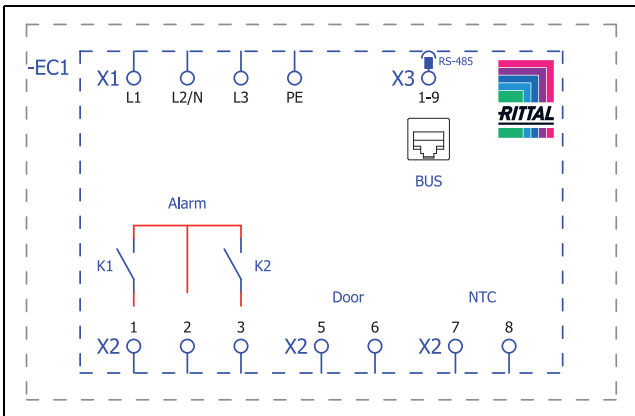
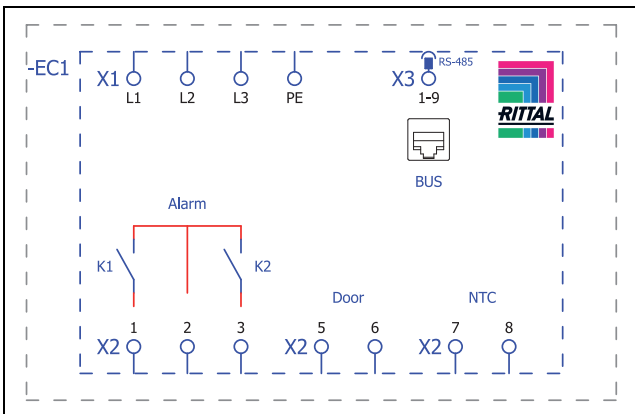

Imagen 37: Esquema de conexiones SK 3185330, SK 3186330, SK 3187330
Imagen 38: Esquema de conexiones SK 3188340, SK 3189340
- Utilice el conector de red de la bolsa de accesorios y realice la alimentación a red según el esquema de conexión correspondiente (imagen 37 o imagen 38).